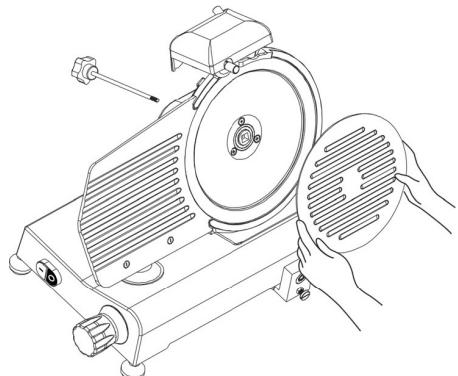

Abb. 4 – Abnehmen der Abdeckung des Messers
- Entfernen Sie die Messerschutzabdeckung, indem Sie den Stift auf der Rückseite des Geräts herausdrehen. [Siehe Abb. 4].